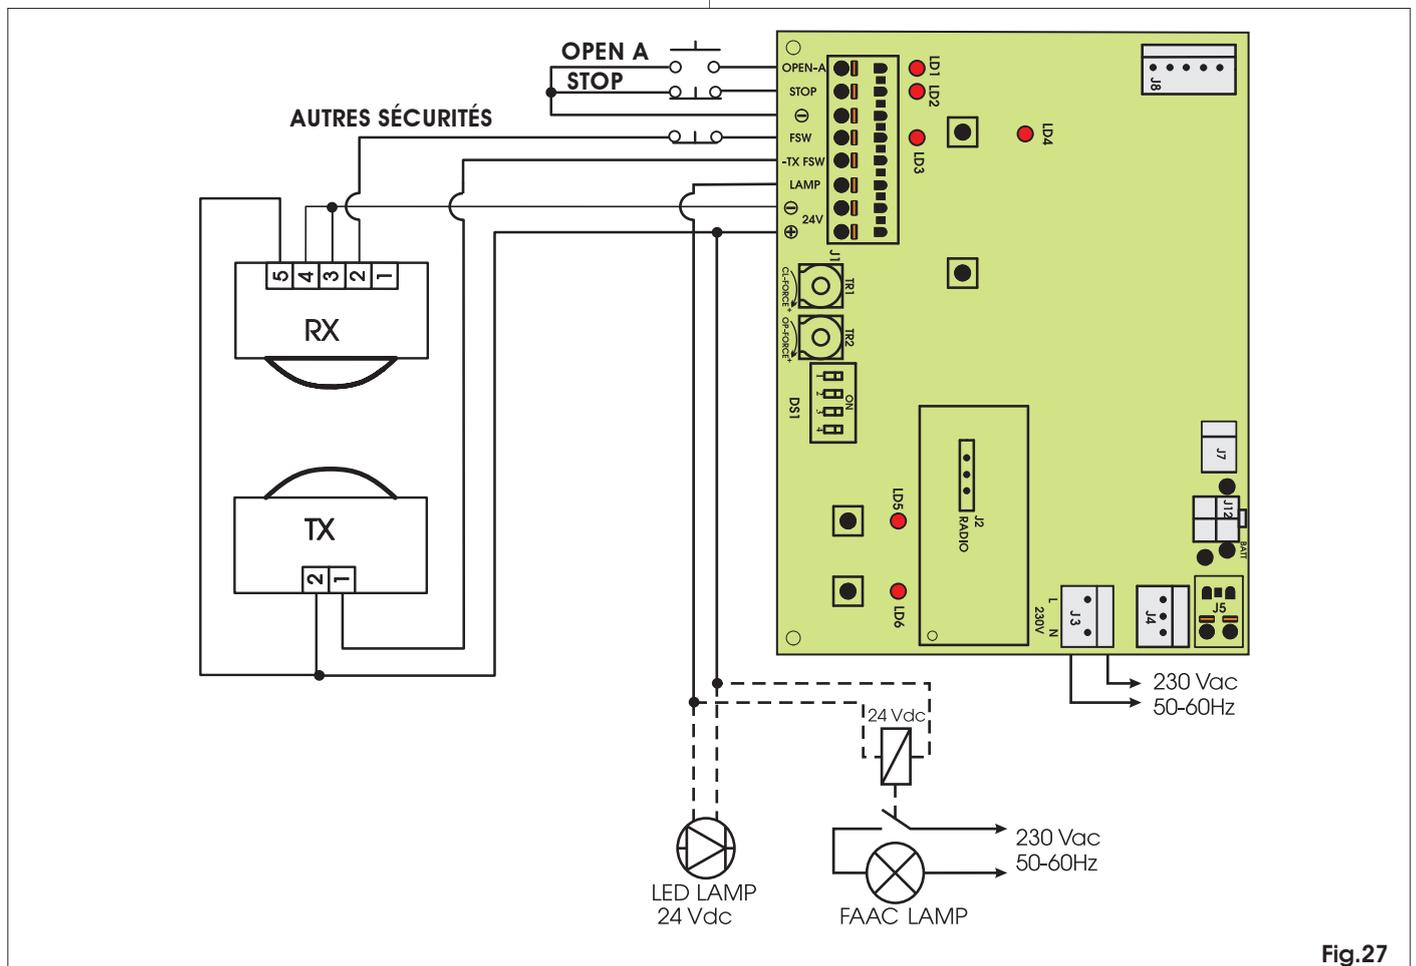

Fig.27
- Réaliser les connexions électriques d'après la Fig. 27.